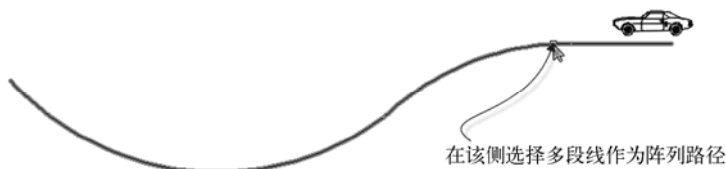

图 4-37 选择阵列路径
- 4 在图 4-37 所示的大概位置处单击多段线以将它作为阵列的路径。